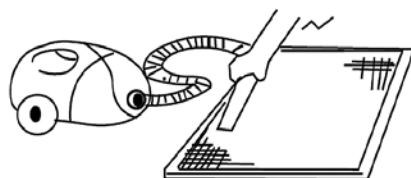

Рис. 1
3. Очистите фильтр с помощью пылесоса. Если фильтр сильно загрязнен, сполосните его водой. (Рис. 1,2.)